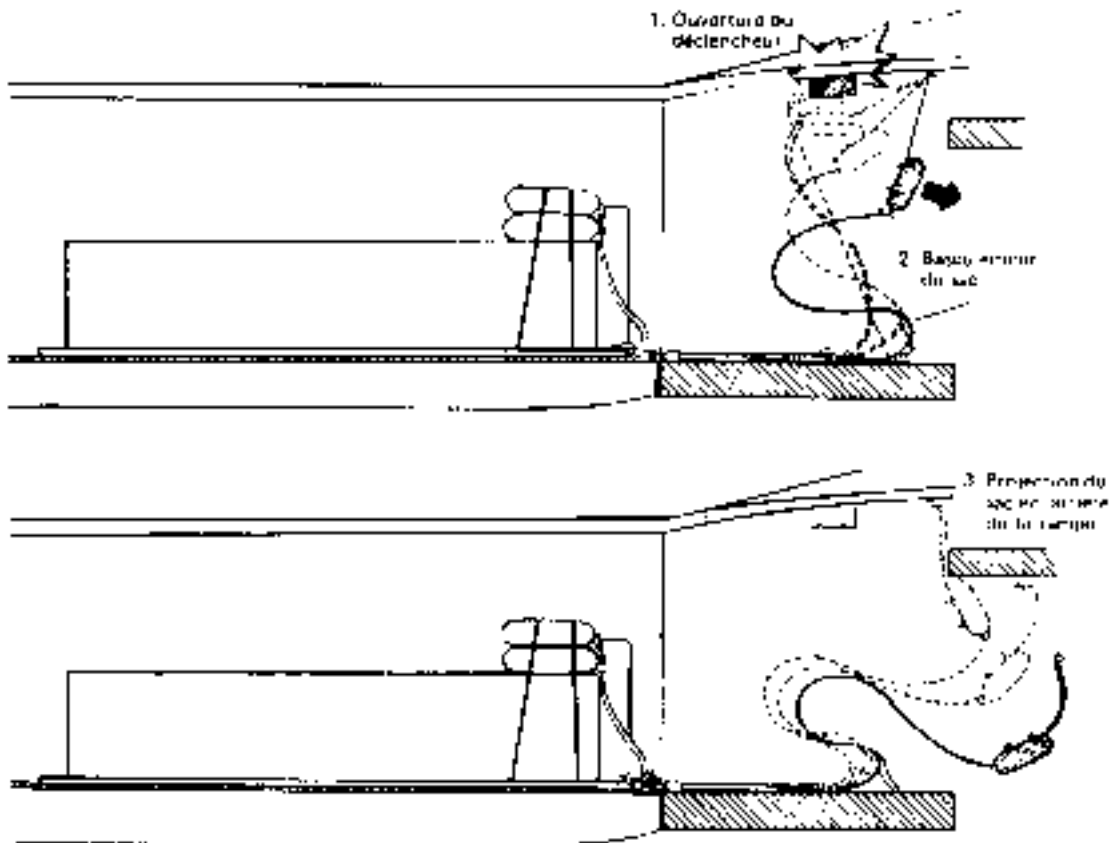

Fig. 2.8 - Fonctionnement - Déclenchement du largage (première charge à larguer dans une série en largage classique)
1. Le pilote provoque électriquement l'ouverture du déclencheur (fig. 2.8).